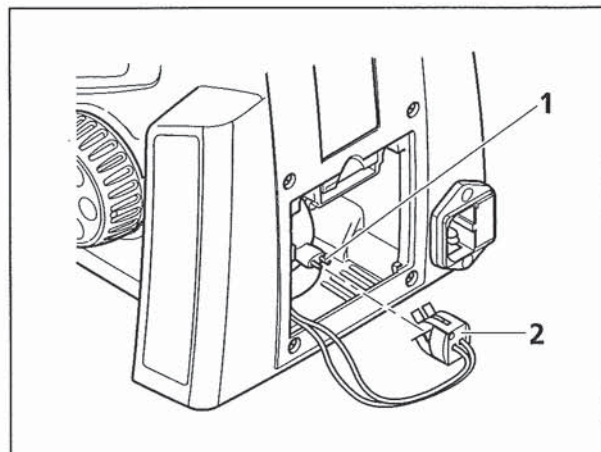

Bild 3-19 Kondensor ansetzen
- Korrekten Sitz des Leuchtmittels prüfen und Stecker (Bild 3-19/2) auf die Stifte des Leuchtmittels (Bild 3-19/1) aufstecken. Dabei nicht verkanten, damit die Stifte nicht verbogen werden.